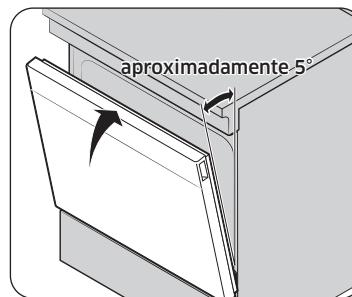

Fig. 1
- Cierre la puerta a la posición para quitárla, que es aproximadamente a 5 grados de la posición vertical (fig. 1).